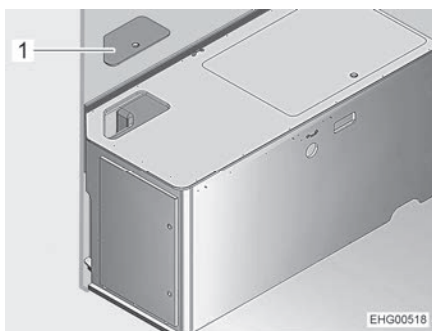

Fig. 162 Armazón de la cama a la izquierda
- Retirar la tapa de servicio (Fig. 162,1).